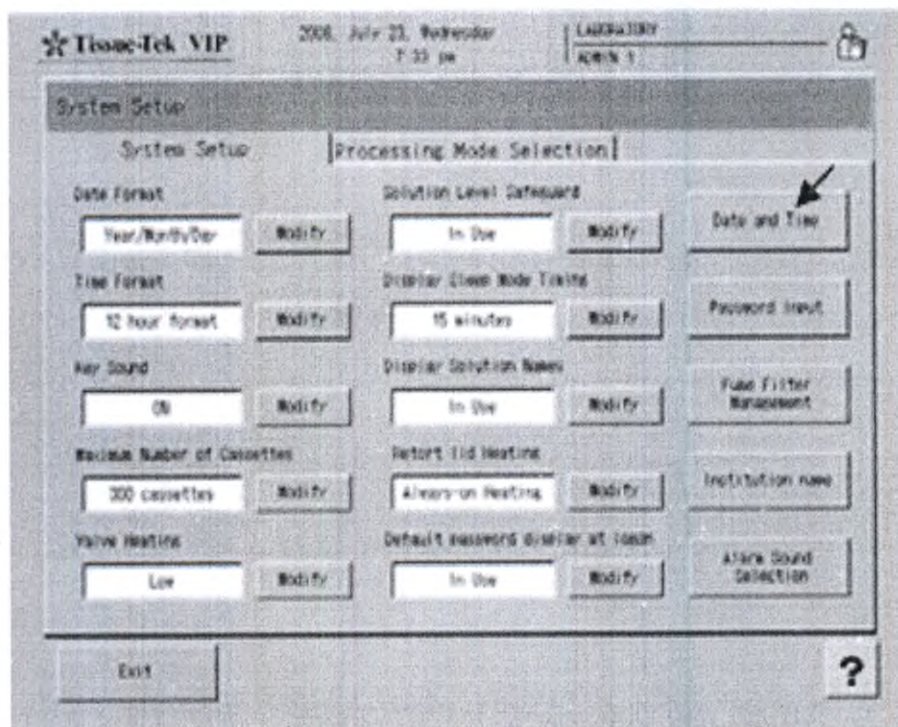
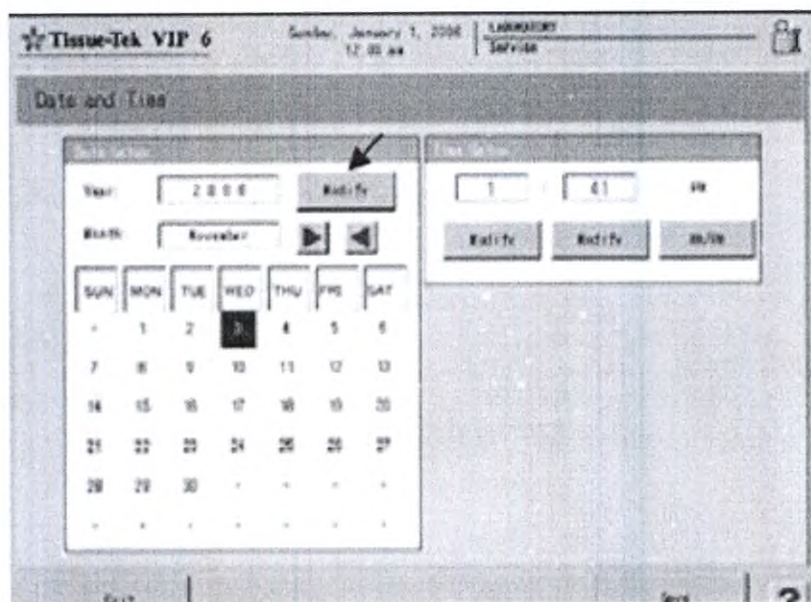

Рис. 36 Настройка даты и времени
Рис. 37 Меню настройки даты и времени
1. В меню «**System Setup**» (Настройка системы) нажмите кнопку «**Date and Time**» (Дата и время) (Рис. 36). Появится соответствующее меню (Рис. 37).
2. Чтобы изменить год, нажмите рядом с соответствующим окошком кнопку «Modify» (Изменить) (Рис. 37). Появится окно для установки года (Рис. 38).
1. В меню «System Setup» (Настройка системы) нажмите кнопку «Institution Name» (Название учреждения) (Рис. 36).